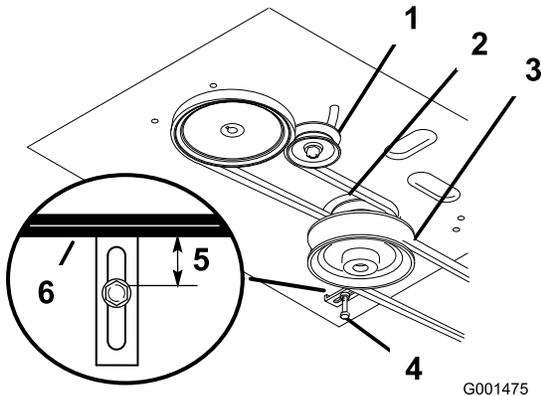

Figure 41
4. Enlevez la courroie du tablier de coupe (voir Remplacement de la courroie du tablier de coupe) (Figure 41).
5. Desserrez le boulon de pivot jusqu'à ce que la poulie de tension puisse coulisser dans la fente et déposez la courroie de transmission du moteur et des poulies d'entraînement (Figure 41).
6. Montez la courroie d'entraînement neuve sur les poulies de moteur et d'entraînement (Figure 41).
7. Insérez la poulie de tension dans le bâti du moteur pour tendre la courroie de transmission (Figure 41).
8. Installez la courroie du tablier de coupe (Figure 41).
9. Vérifiez que le guide de courroie sous le bâti du moteur est réglé correctement (Figure 41).